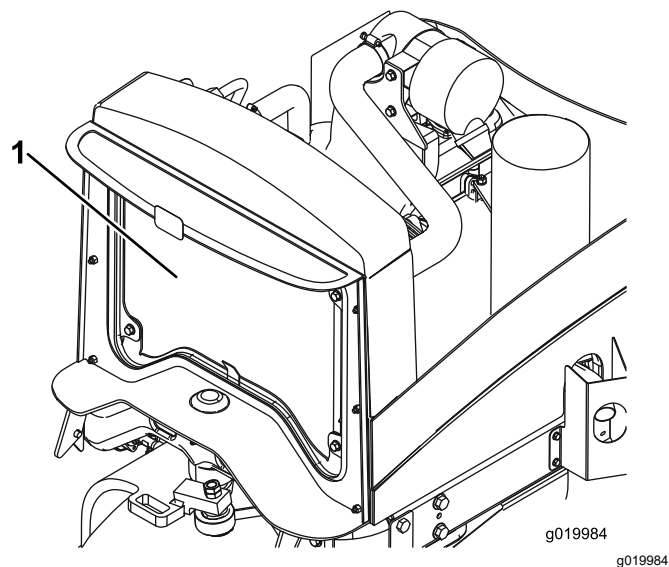

Рисунок 62
4. Тщательно очистите сжатым воздухом обе стороны радиатора (Рисунок 62).